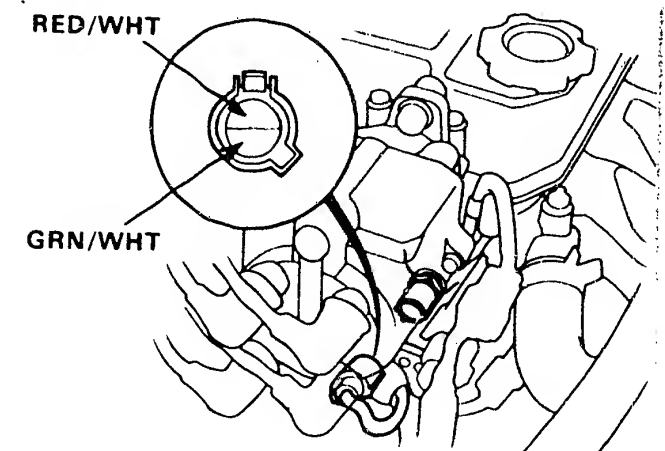

Bild 27 Spannungsmessung am abgezogenen TW-Stecker.
- Dieser lässt sich gemäss Abschnitt A 2.4.1a und Bild 4 prüfen. Ist er i.O., Sicherung Nr. 5 für 10s herausnehmen. Prüfkabelbaum am ECU anschliessen und Spannung zwischen den Kl. C6(+) und C12(-) messen. Beträgt sie nicht 5V, sind die Anschlüsse am ECU und TW-Sensor auf Unterbrechung zu prüfen. Beträgt die Spannung am abgezogenen TW-Stecker (Bild 27) zwischen RED/WHT (+) und GRN/WHT (-) 5V ist die Prüfung mit einem neuen ECU zu wiederholen und ein neues ECU einzubauen, wenn das Symptom verschwindet.